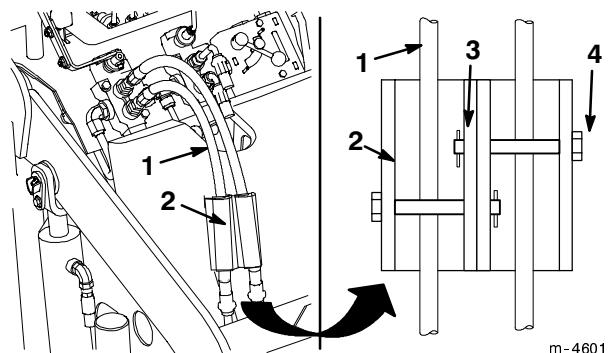

Figure 19
7. Placer les bloqueurs de vérins sur les flexibles hydrauliques, et les fixer à l'aide des axes de chape et goupilles fendues (Fig. 19).